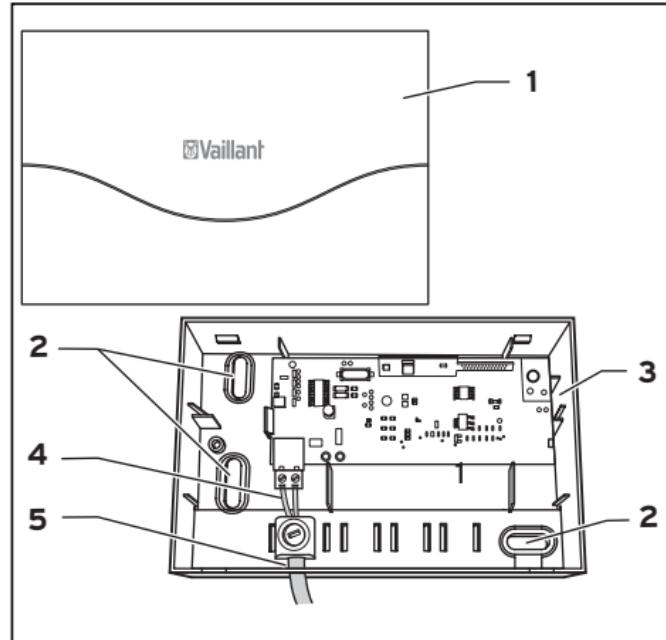

Fig. 9.2 Montagem do receptor
- Puxe o receptor (1) da base de parede (2).
- Faça dois furos de fixação (3) com um diâmetro de 6 mm (de acordo com a fig. 9.2) e coloque as buchas fornecidas.
- Conduza o cabo de conexão (4) através da passagem do cabo (5).